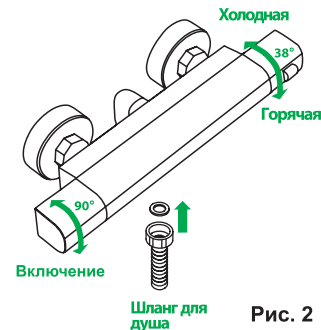

Рис. 2
- Ручка дивертора используется для включения/выключения смесителя и регулировки напора воды (см. рис. 2).